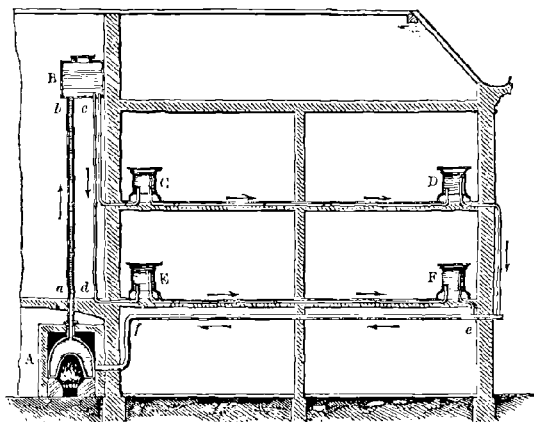

Fig. 79,
2. Voici maintenant comment on dispose les choses pour le chauffage des grands édifices. Une chaudière en forme de cloche A (fig. 79), au centre de laquelle se trouve son foyer, est établie dans une cave. Un long tube *a b* la surmonte et s'élève directement jusqu'à un réservoir B placé sous les combles, et qu'on appelle *vase d'expansion*. Ce tube est, ainsi que la chaudière, entièrement plein d'eau. Il en est de même de la plus grande partie du réservoir. Enfin, de la partie inférieure de ce dernier partent autant de tubes qu'il y a d'étages à chauffer. Chacun de ces tubes, *cd*, par exemple, parcourt l'étage qu'il doit desservir,